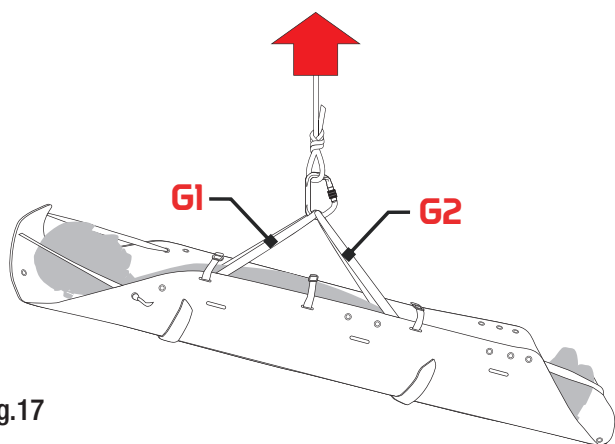

Fig.17
Resistenza statica Verificata mediante sollevamento con la sospensiva (fig.17):	1500 kg
- **Sollevamento e calata (fig. 17)** mediante sospensioni (G)